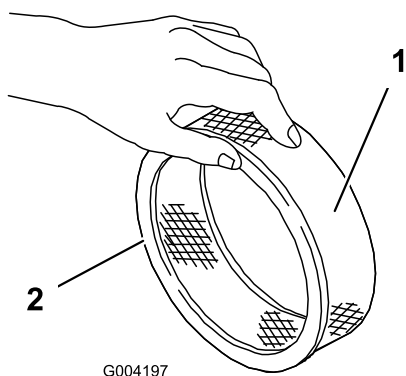

Bild 46
5. Untersuchen Sie den Papierfilter auf Risse, einen öligen Film und Schäden an der Gummidichtung (Bild 46).
1. Schieben Sie den Schaumvorfilter vorsichtig auf den Papierfilter (Bild 46).